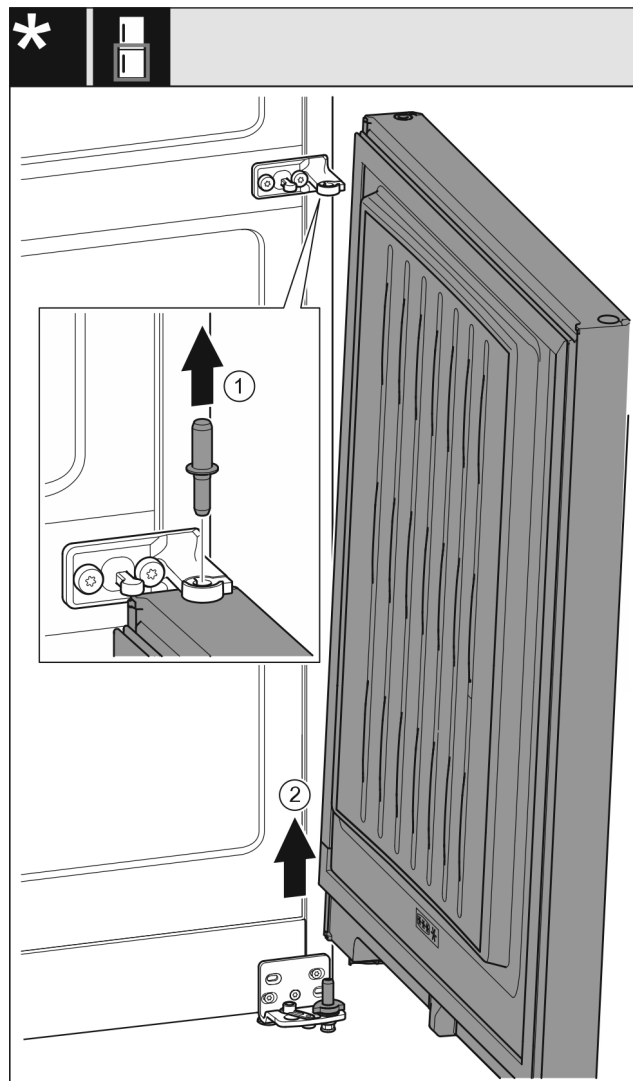

Fig. 9
- ▶ Trekk ut bolten Fig. 9 (1) oppover.
- ▶ Sving døren Fig. 9 (2) ut, trekk den oppover og sett den til side.